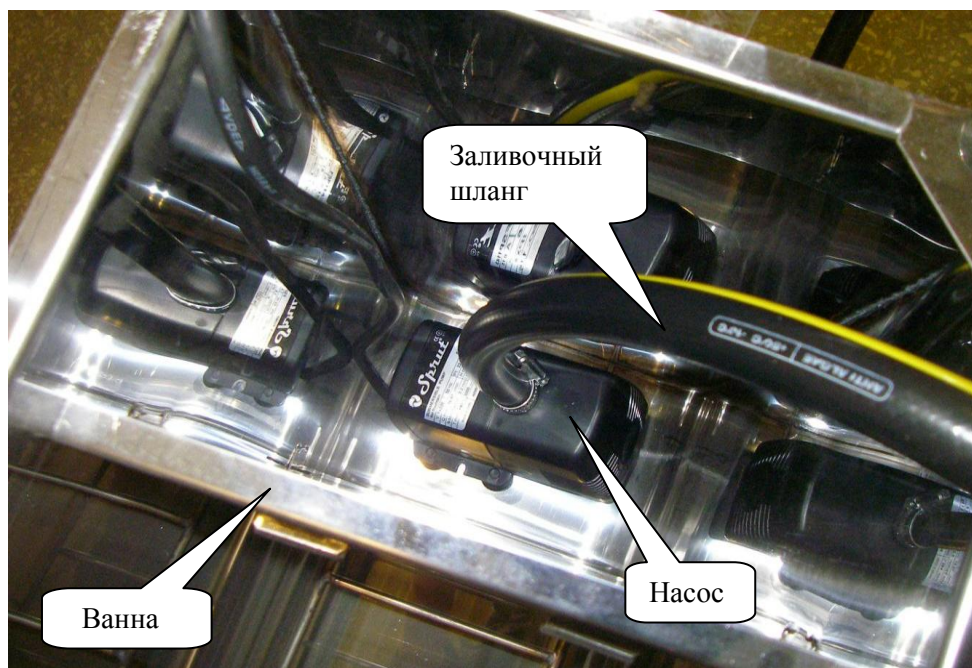

Рис. 7.2. Размещение насоса внутри ванны.
7.3.3 Насос установить в ванну и подключить к нему шланг с заливочным пистолетом. Провод насоса со штепсельной вилкой включить в розетку «НАСОС», расположенную на подставке. (рис.7.2 , 7.3)